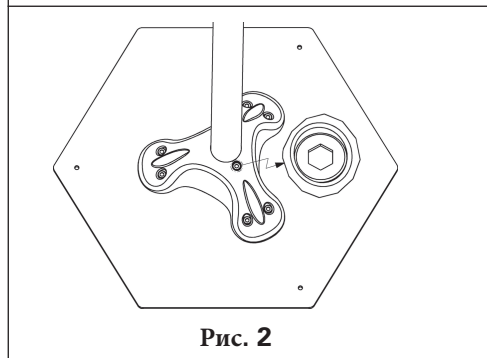

Рис. 2
2. Вставьте собранные трубки в основание и затяните болты до того, чтобы трубка крепко держалась в основании (рис. 2).